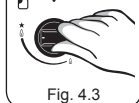

Fig. 4.3
2. Com o botão ainda apertado, espere o queimador da mesa acender (Fig. 4.3).